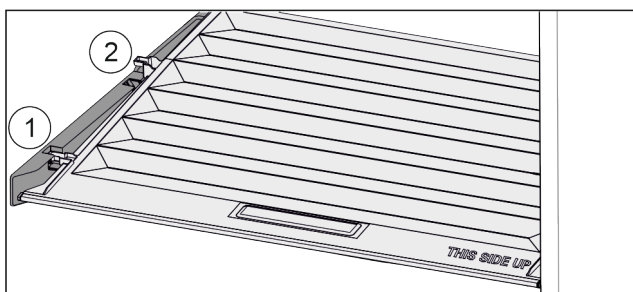

Fig. 36
- ▶ Издърпайте напред Fig. 36 (1) капака до отвора в задържащите части.
- ▶ Повдигнете го отзад отдолу и отстранете Fig. 36 (2) нагоре.